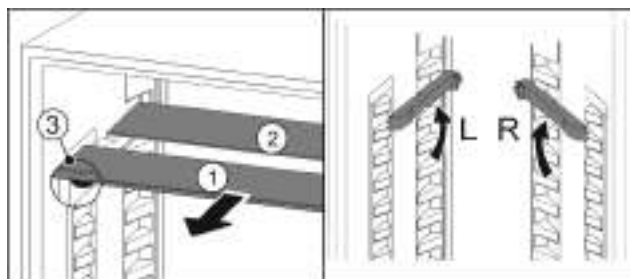

Fig. 174
- По одной извлеките Fig. 174 (1) стеклянные панели движением вперед.
- Стеклянная панель Fig. 174 (1) с декоративной планкой лежит спереди.
- Стопоры Fig. 174 (3) показывают вниз.